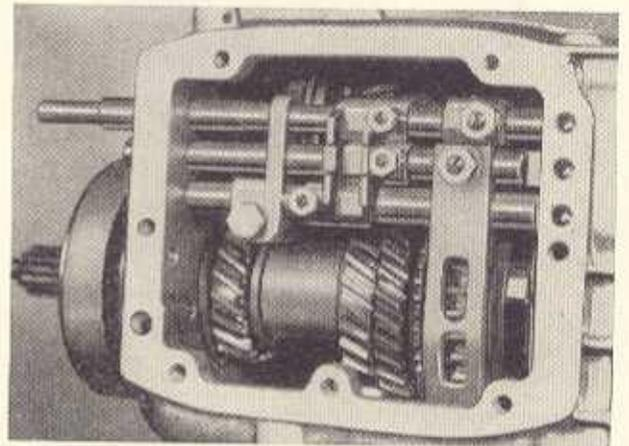

Bild G 80. Schaltstangen, Schaltgabeln und Mitnehmer
7. Auf jede Kegelschraube eine Zahnscheibe auflegen und sämtliche Sechskantmutter aufschrauben und festziehen. Ohne Zahnscheibe besteht die Gefahr, daß sich die Sechskantmutter löst (Bild G 80).